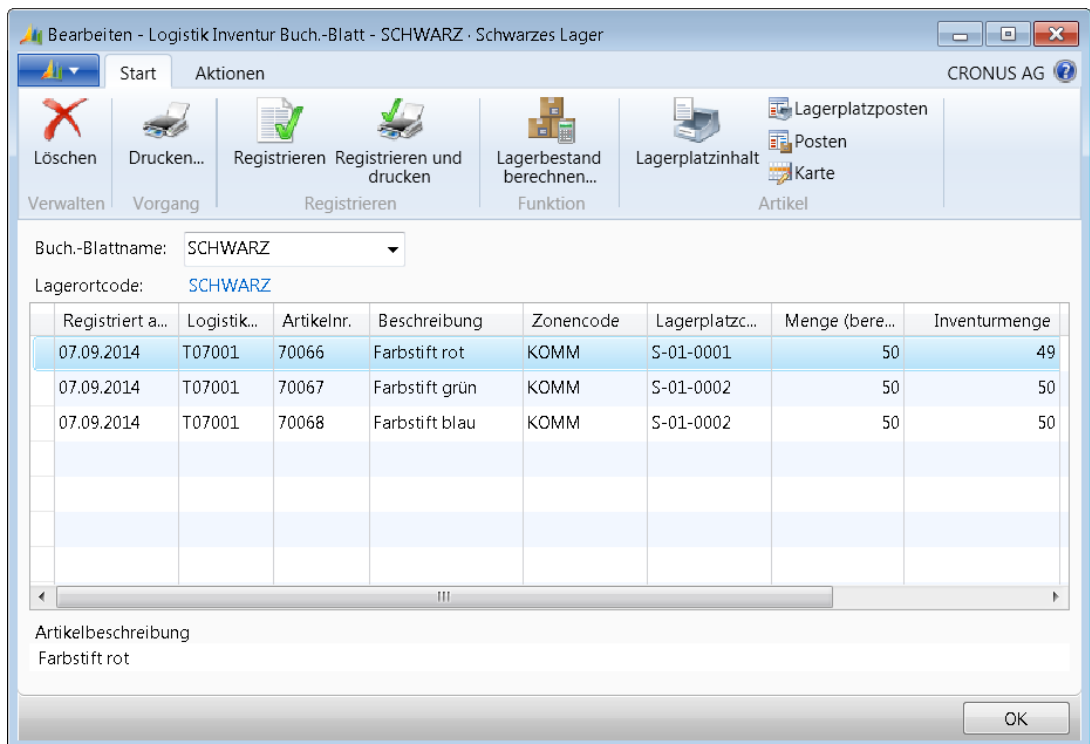

Abbildung 6.10 *Logistik Inventur Buch.-Blatt* mit den Inventurwerten
10. Ändern Sie im Feld *Inventurmenge* des Artikels »Farbstift rot« die Menge von 50 auf 49 (siehe Abbildung 6.10).